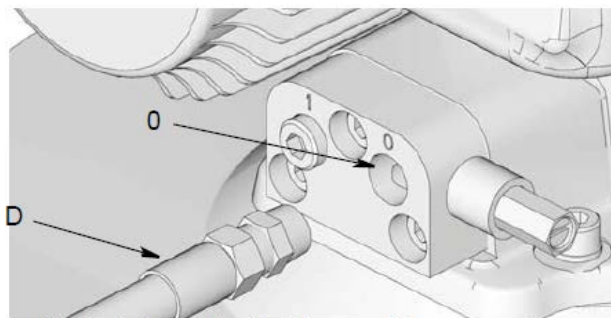

Рис. 10 Штуцер выхода смазки
3. Отключите таймер/контроллер (F) (заготовленный пользователем, если используется).
4. Отсоедините трубку подачи смазки высокого давления (D) от выпускного клапана или штуцера выхода смазки (0) коллектора (рис. 10).